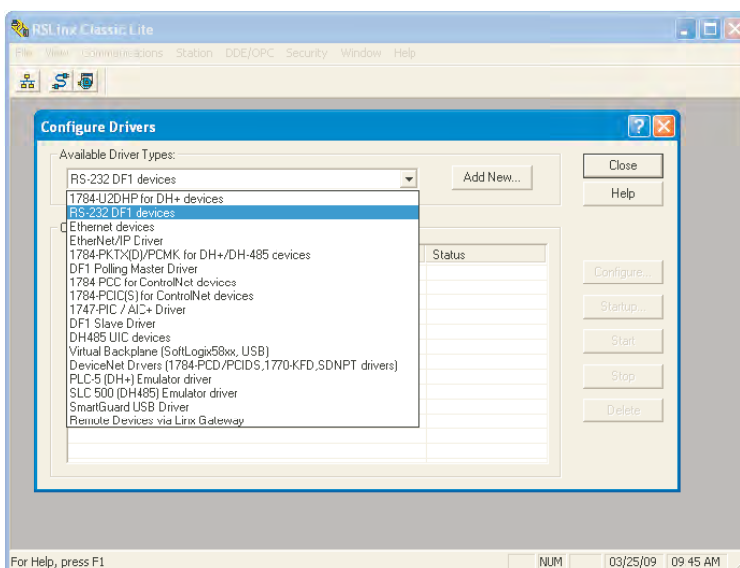

Abbildung 4.3.21d Treiber konfigurieren
2. Klicken Sie auf „Communications“ und wählen Sie „Configure Drivers“. Sobald sich das „Configure Drivers“ Fenster öffnet, wählen Sie „RS232 DF1 devices“ im „Available Drive Types“ Pull-down Menü (Abbildung 4.3.21d).